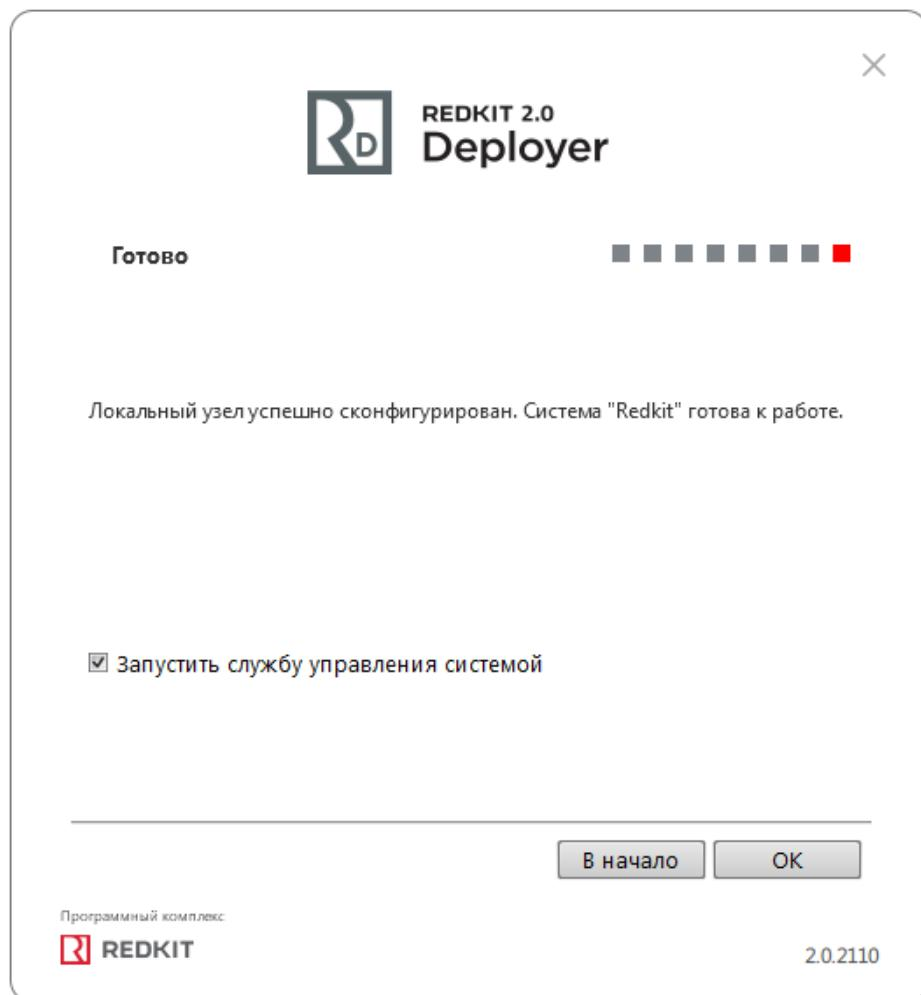

Рисунок 31 - Завершение конфигурирования
16. Заполните чекбокс у команды "Запустить службу управления системой" и нажмите "OK" (Рисунок 31). Если у вас была установлена система ранее, то перед этим окном появится окно сохранения текущей конфигурации: выполните манипуляции в нем согласно разделу "Сохранение текущей конфигурации".